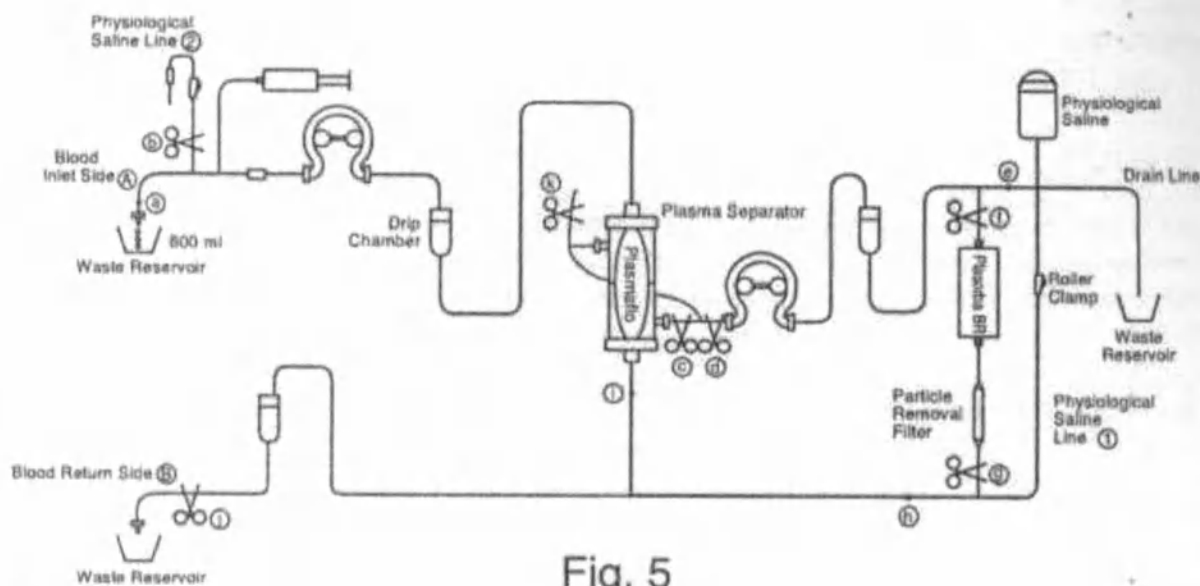

Рис.5
- уберите зажим в точке i, пропустите физиологический раствор со скоростью 50 мл/мин и слейте его через порт входа крови A (рис.5). В этих условиях, пропустите 600 мл физиологического раствора через систему, чтобы промыть капилляры плазмасепаратора. Устраните воздух из плазмасепаратора полностью. Когда 600 мл будут слиты, закройте линию в точке a с помощью зажима.